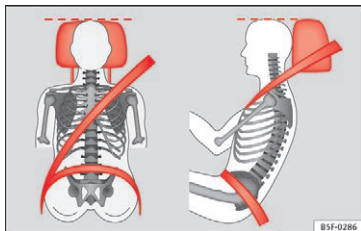

Fig. 83 Korrekt indstillet hovedstøtte set forfra og fra siden
- Indstil hovedstøtterne, så hovedstøttens øverste kant er på højde med den øverste del af hovedet, men ikke lavere end øjenhøjden » **Fig. 83.**